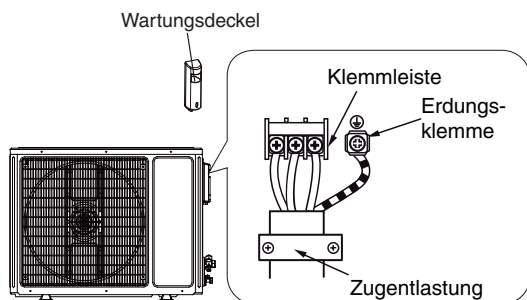

Bild 26: Elektrischer Anschluss Außengerät
- Wartungsdeckel am Außengerät (rechte Seite, oben) am Griff entfernen (siehe Bild 26).